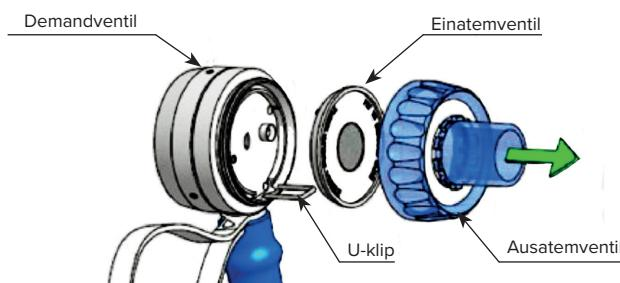

Abb. 2: Bestandteile des Entnahmeverventils
- 3.** Heben Sie die U-Klemme mit einem kleinen Schraubenzieher an, und entfernen Sie sie. Siehe Abb. 2 oben.